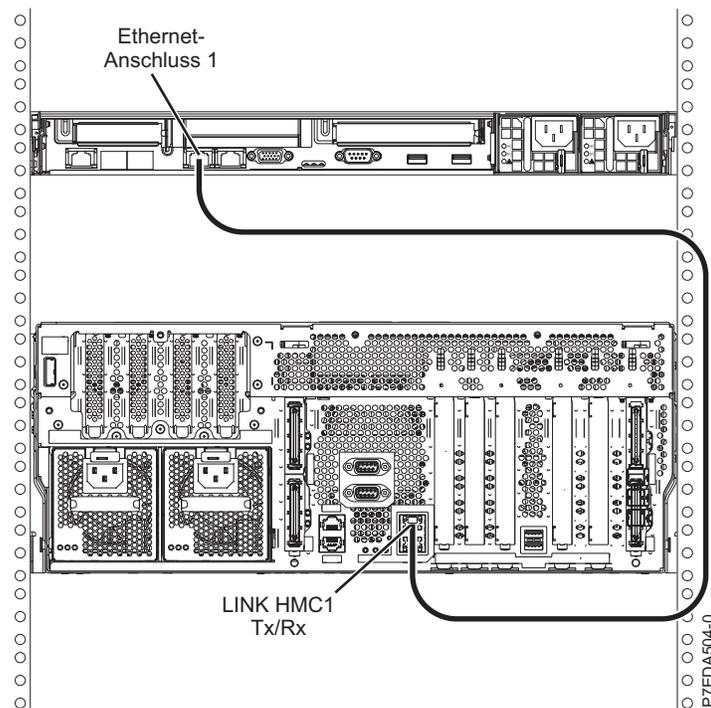

Abbildung 19. HMC an das verwaltete System anschließen
1. Wenn Sie die HMC direkt an das verwaltete System anschließen möchten, schließen Sie den **Ethernet-Anschluss 1** der HMC an den Anschluss **HMC1** des verwalteten Systems an, wie in Abb. 19 dargestellt.